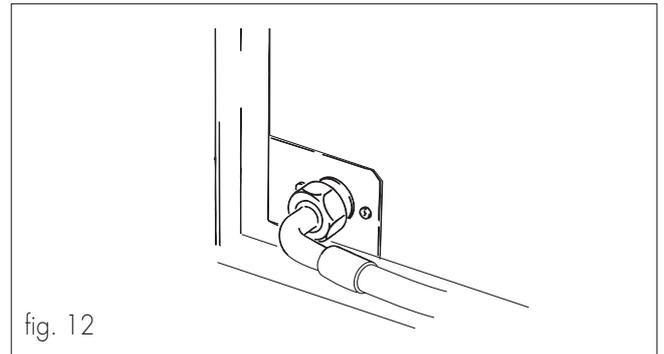

fig. 12
- Conectar el distribuidor a una tubería de distribución de agua potable, con una presión comprendida entre 1,5 y 8 bar. Utilizar un tubo de carga de características adecuadas y conectarlo a la entrada de agua de 3/4" que tiene el distribuidor en su parte posterior (fig. 12).